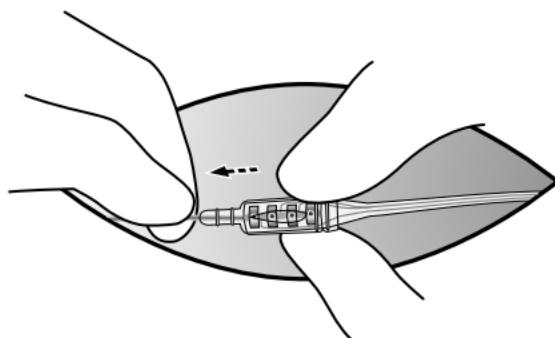

Figure 18. Retirez l'électrode du bloc connecteur à vis de fixation.
7. Stabilisez l'électrode et retirez-la délicatement des blocs connecteurs à vis de fixation (Figure 18).